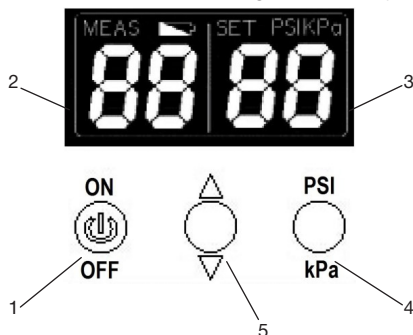

Рис. 5 Установка давления на насосе GP-80D
2. Установите зажимы кабеля питания на выводы аккумулятора. На модели GP-80 при правильном подключении к аккумулятору загорается индикатор 2 (Рис. 1). На модели GP-80D при правильном подключении к аккумулятору загорается информационный дисплей (Рис. 5).
- Нажатием на кнопку 5 вверх или вниз установите требуемое давление. Установленное давление отображается на правой стороне 3 информационного дисплея (Рис. 5). Установка давления возможна в кПа и psi. Переключение между данными единицами измерения осуществляется нажатием на кнопку 4 (Рис. 5). Если в руководстве по эксплуатации Вашей лодки требуется давление, указанное в других величинах, для правильной установки требуемого давления эти величины нужно перевести в кПа или psi.
5. Во время работы модели GP-80D на левой стороне 2 информационного дисплея отображается давление в напорной магистрали и, если аккумулятор разряжен, индикатор низкого напряжения аккумулятора (Рис. 5).
- Установите зажимы кабеля питания на выводы аккумулятора. На модели GP-80 при правильном подключении к аккумулятору загорается индикатор 2 (Рис. 1). На модели GP-80D при правильном подключении к аккумулятору загорается информационный дисплей (Рис. 5).